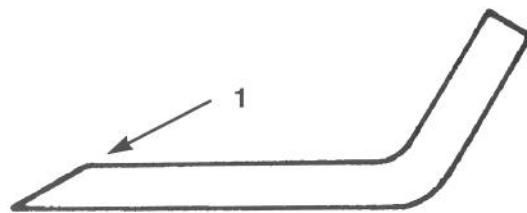

Figure 36
1. Affûter l'arête tranchante à chaque extrémité de la lame à l'aide d'une lime (Fig. 36). Conserver l'angle d'origine. La lame restera équilibrée si les deux côtés sont limés de la même façon.